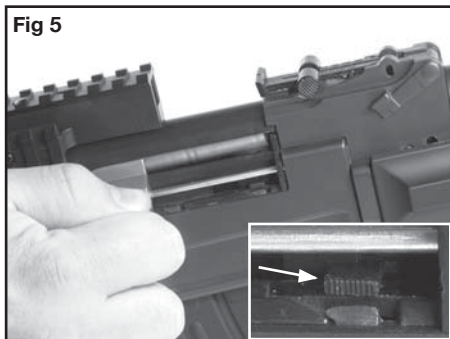

Fig 5
Su rifle de aire suave está fabricado con un sistema "hop up". El objetivo de cada sistema es cambiar el giro de las municiones al salir por la boca, permitiéndole adaptar su disparo para distintas distancias. Existen dos ajustes posibles. Empuje el interruptor de ajuste Hop-Up (Fig. 5) hacia adelante para tener menos giro y hacia atrás para tener más giro y distancias más largas.
- Tire hacia atrás de la palanca del cerrojo (Fig. 5)